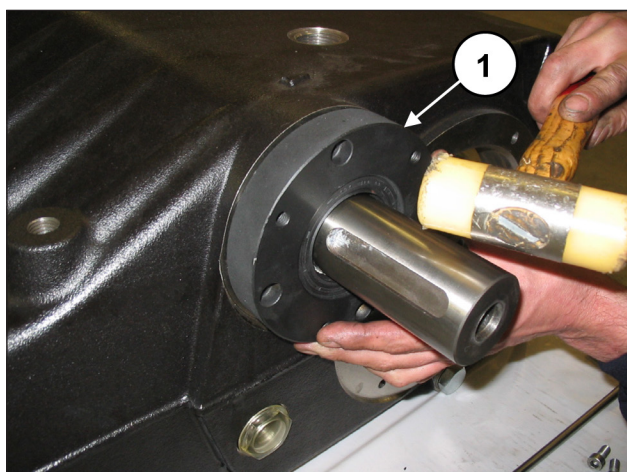
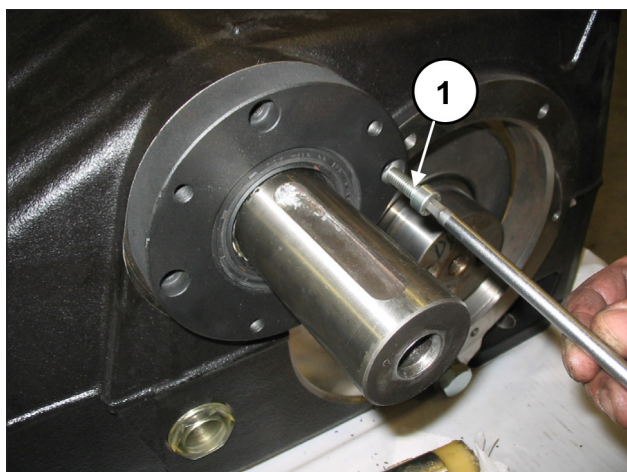

Fig. 68
Fig. 69
Montar una primera tapa del cojinete PTO (derecha o izquierda) con el retén en el cárter de la bomba utilizando la herramienta cód. 27539500, (pos. ①, Fig. 68) y fijarla con los 4 tornillos M8x30 (pos. ①, Fig. 69).
Montar la segunda tapa del cojinete PTO en el cárter de la bomba (pos. ①, Fig. 68) y fijarla con los 4 tornillos M8x30 (pos. ①, Fig. 69).